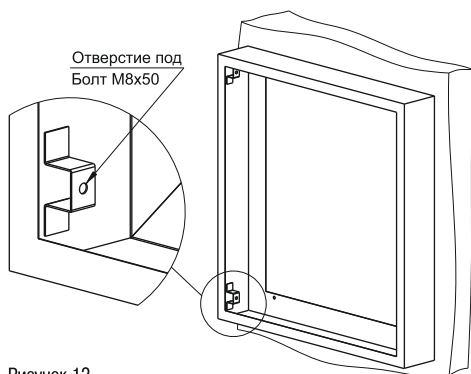

Рисунок 12
5.2 Вставьте корпус в Кожух щита этажного и закрутите болты М8х50, установленные в корпусе щита, в отверстия П-скоб Кожуха щита этажного (рисунок 12 и 13).